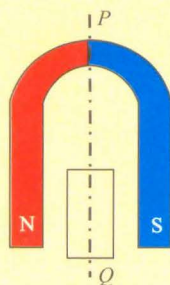

图 1-5-3 旋转实验
1. 如图 1-5-3 所示, 把一个闭合线圈放在蹄形磁体的两极之间, 蹄形磁体和闭合线圈都可以绕 PQ 轴转动. 当转动蹄形磁体时, 线圈也跟着转动起来, 解释这种现象, 并说明线圈转动的能量从何而来.